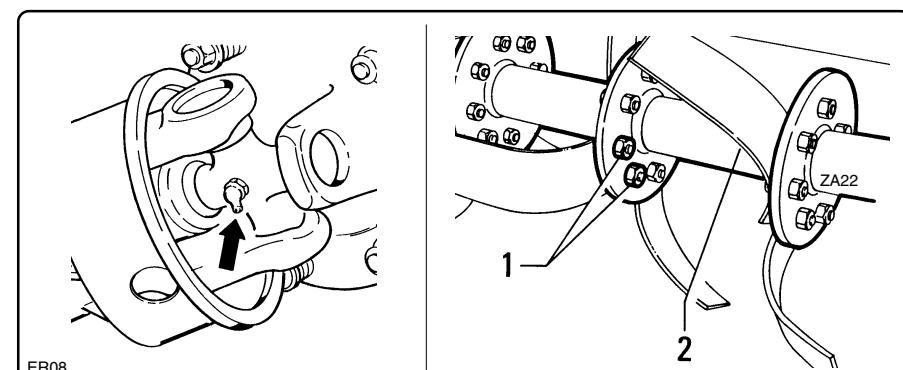

fig. 7.4.2
- Vérifiez que l'arbre à cardans est en bon état et graisser les croisillons (fig. 7.4.2).
- Contrôlez le serrage des boulons "1" de blocage des lames sur le rotor "2" (fig. 7.4.2).
- Die Gelenkwelle auf unbeschädigten Zustand prüfen und die Kreuzgelenke (Abb. 7.4.2) schmieren.